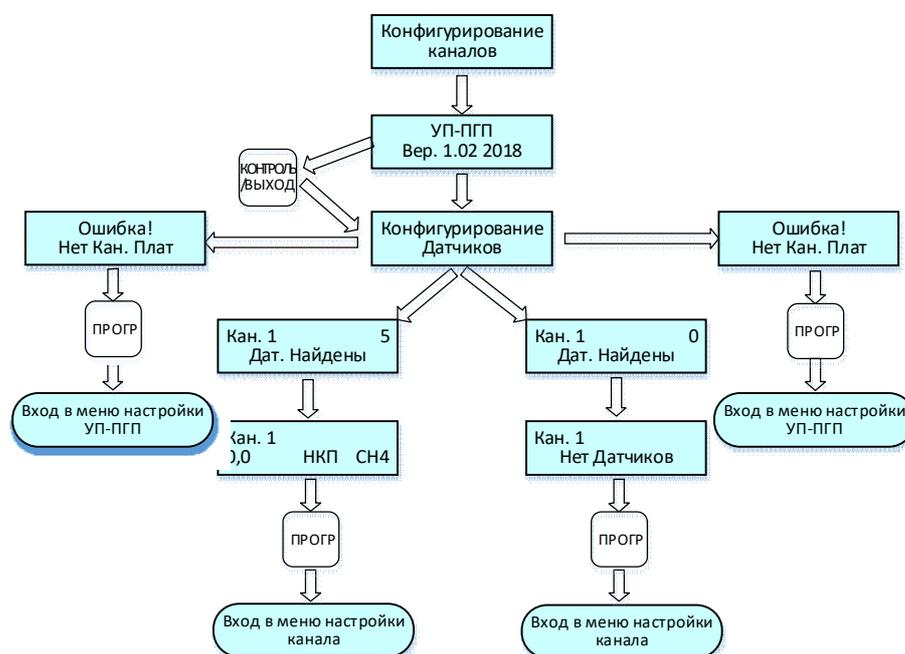

Рисунок 6 – Циклограмма выводимых сообщений на дисплей при инициализации УП
2.4.1.1 Вход в режим производится автоматически после каждого включения питания с выполнением процедуры инициализации УП, в ходе которой контроллеры платы ЦП и каналных плат считывают настройки системы из своей энергонезависимой памяти. В соответствии с данными, считанными из энергонезависимой памяти, контроллер платы ЦП выводит на дисплей сообщение «Конфигурирование каналов» и определяет наличие каналных плат (рис. 6).